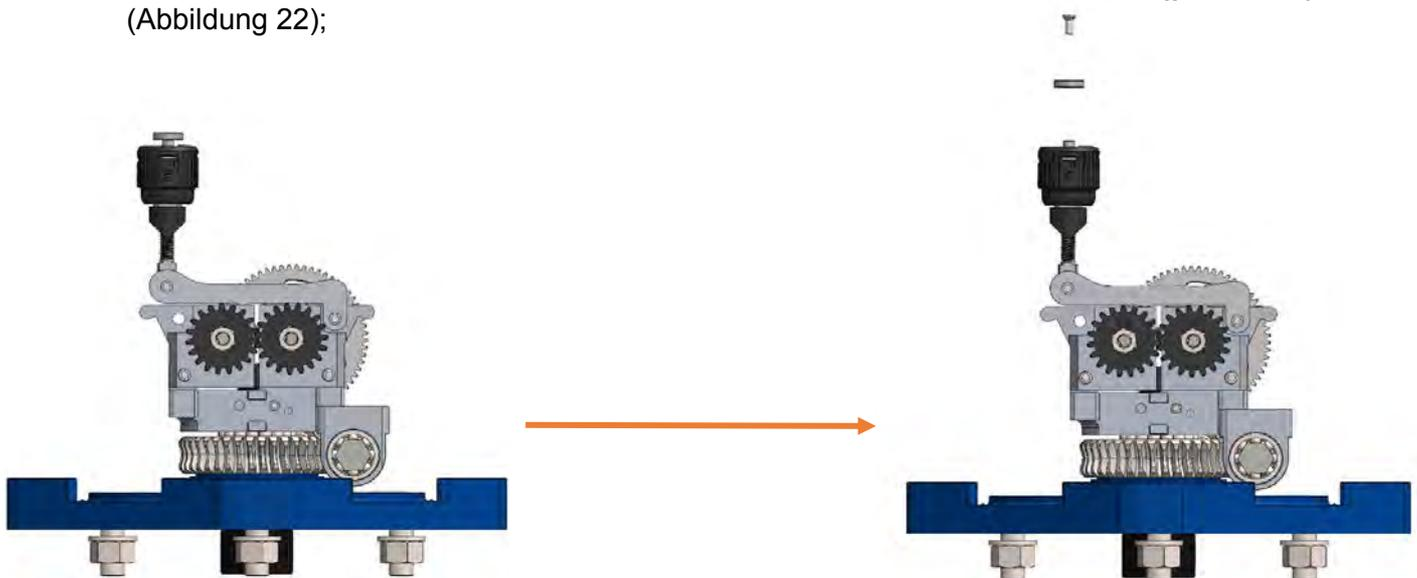

Abbildung 22
2. Bringen Sie den Knopf in eine vertikale Position, sodass er nicht herunterfallen kann. Lösen Sie mit einem Sechskantschlüssel die Schraube und entfernen Sie die Fallsicherung vom Knopf. (Abbildung 22);